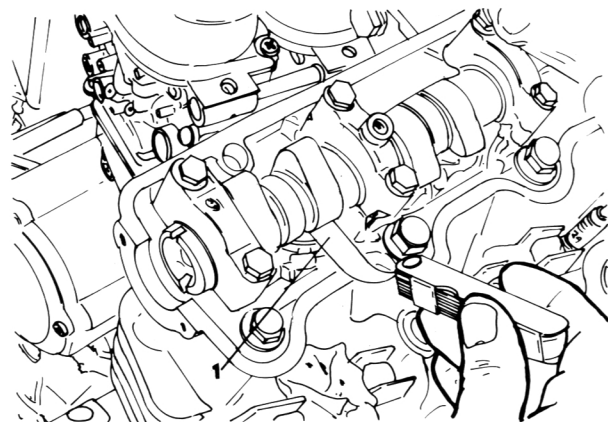

Bild 5
- Das Spiel der Ein- und Auslassventile durch Einfüh-ren einer Fühlerlehre zwischen Nockenwelle und Ventilheberscheibe messen (Bild 5).